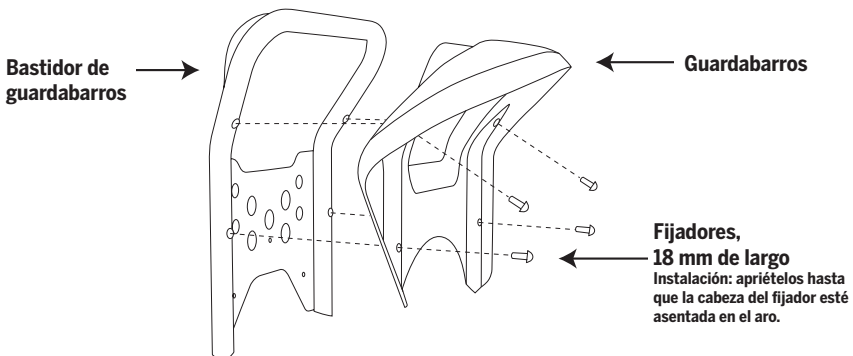

Figura 2. Cómo desmontar o instalar el guardabarros y el bastidor de guardabarros
4. Para desmontar el guardabarros del bastidor, quite los (4) fijadores de 18 mm con una llave hexagonal de 4 mm. Consulte la figura 2.